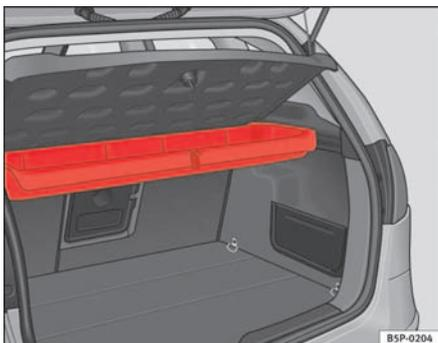
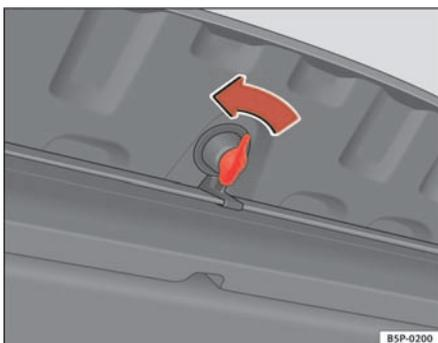

Fig. 117 Logement pour le triangle de présignalisation sous la plage arrière
Fig. 118 Ouverture du casier de rangement
Le triangle de présignalisation* est rangé sous la plage arrière dans le casier de rangement ⇒ fig. 117. Pour ouvrir le casier de rangement, tourner le loquet de 90° ⇒ fig. 118.
- Pour ouvrir le casier de rangement, tourner le loquet de 90° ⇒ page 149, fig. 118.